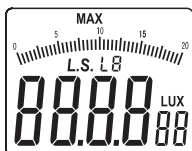

Figura 4
- Premere e tenere premuto il tasto "MAX/MIN" per un breve periodo, "MAX" apparirà sulla parte superiore dell'interfaccia LCD (come mostrato nella figura 4).